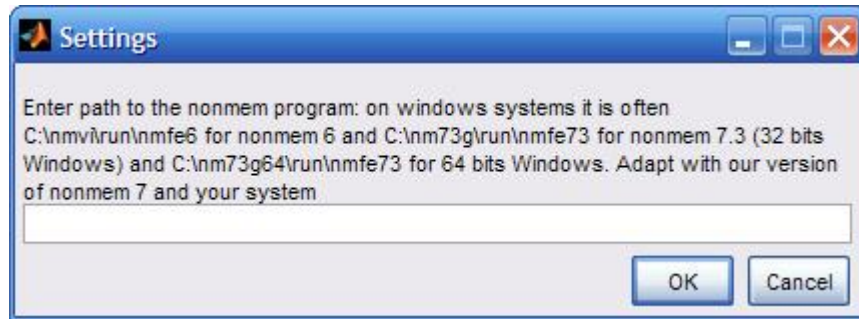

FIG. 1: Commande Settings
2. Tapez la commande `Settings` dans la command window de MATLAB et entrez dans la fenêtre graphique (figure 1) le chemin jusqu'à l'exécutable NONMEM. Normalement ce chemin est